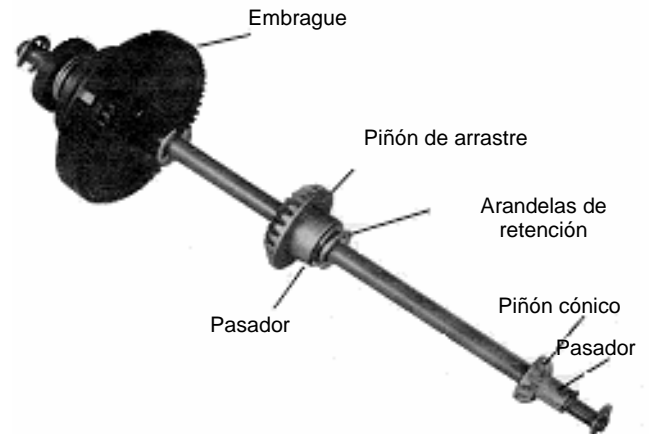

Figura 10. Conjunto eje de embrague
1. Cambio de piezas del eje de embrague. Ver Figura 10.